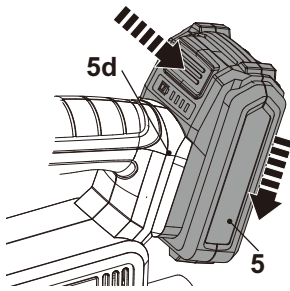

Fig. 5
- > Alignez le bloc-batterie (5) avec les fentes de coulissement du port de connexion de la batterie (5d) et faites glisser le bloc-batterie à l'intérieur pour le fixer. Assurez-vous qu'il s'enclenche correctement (Fig. 5).